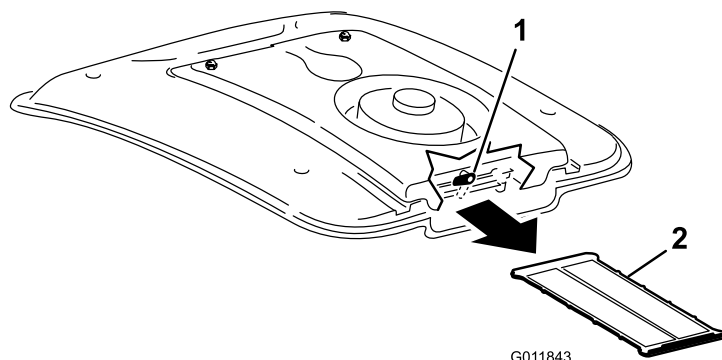

Figure 105
2. À l'arrière du support du ventilateur, tournez le verrou de côté (Figure 105).
3. Glissez le filtre de climatisation hors du serpentin (Figure 105).
4. Nettoyez soigneusement le filtre à l'air comprimé (Figure 105).